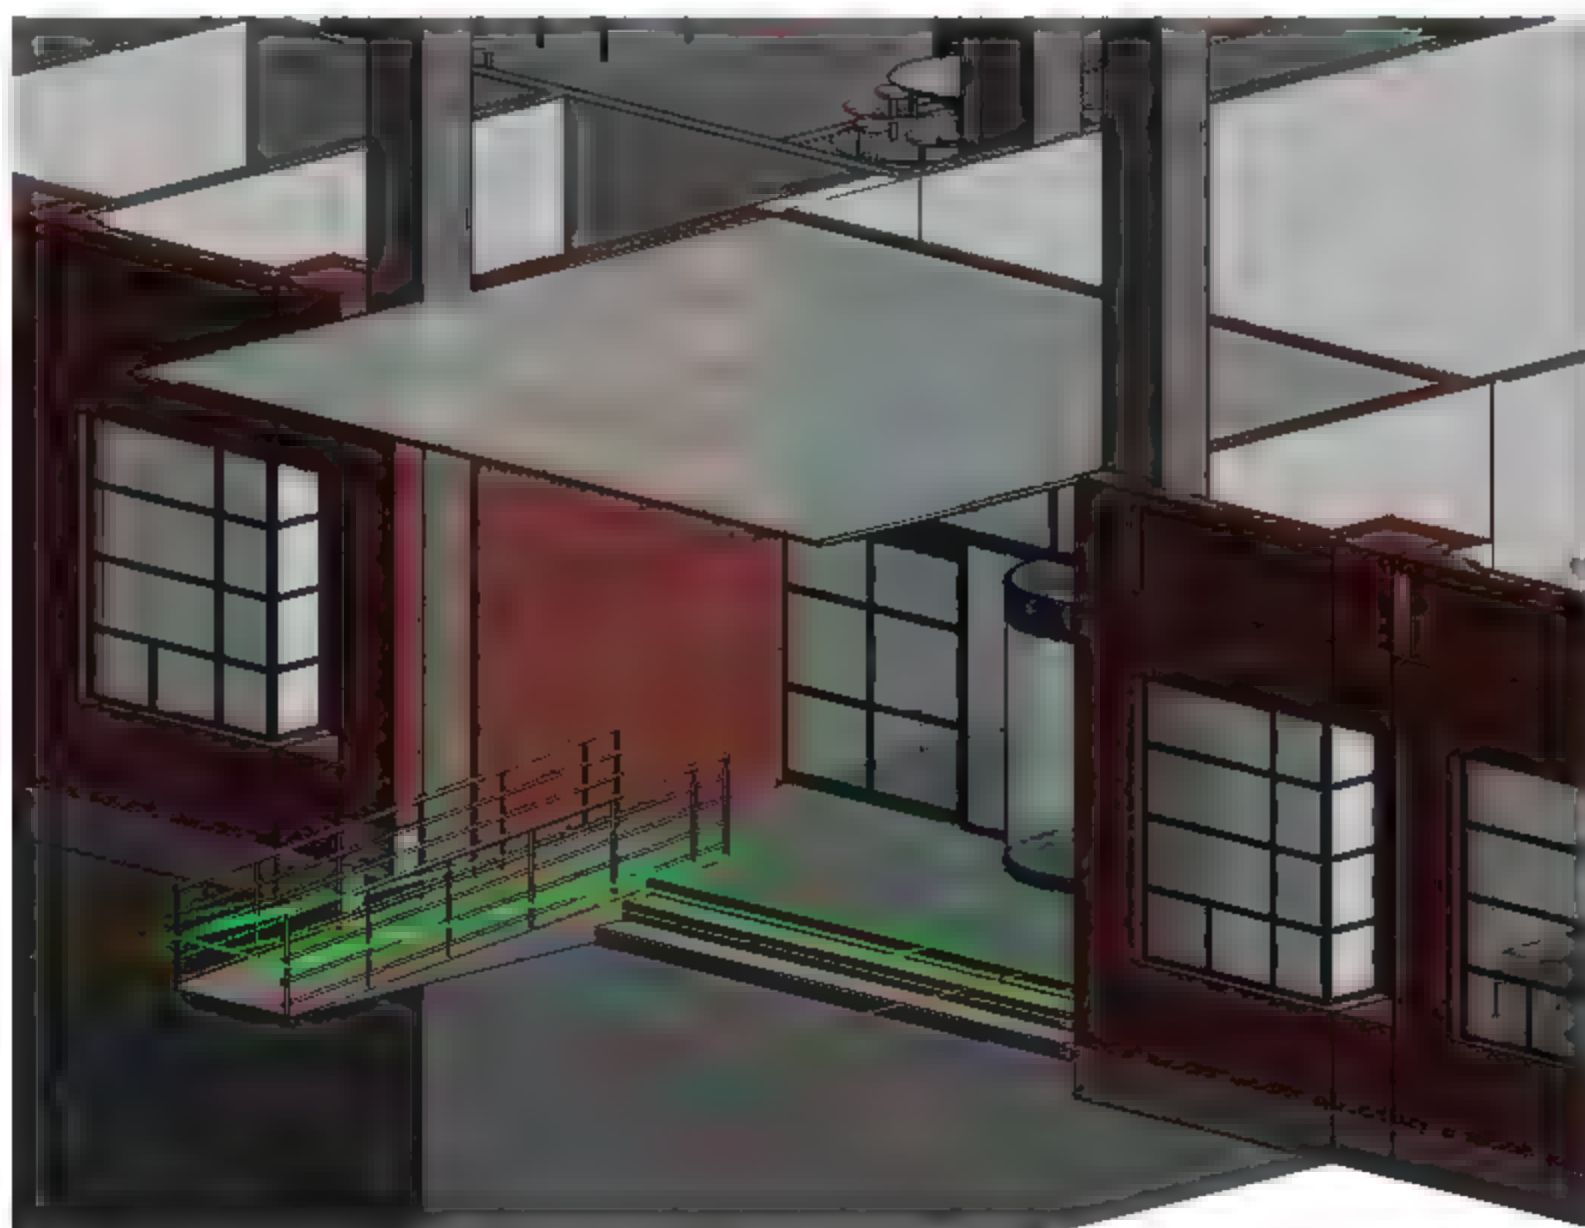

图 10.5.44 插入雨篷族 6
(6) 插入 4 轴和 5 轴之间与 A 轴相交的雨篷族, 选择“建筑”→“构件”→“放置构件”→“雨篷族 1”, 调整好立面标高, 在相应的位置插入雨篷, 如果雨篷插入的位置不精确, 可以按快捷键 M+V 进行调整, 调整完成后的雨篷三维视图如图 10.5.44 所示, 这样就完成了雨篷族的插入。